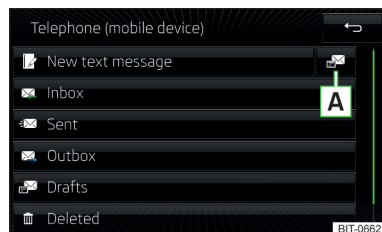

Fig. 213
- En el menú principal *Teléfono* pulse la superficie funcional , se visualiza un menú principal para mensajes de texto » fig. 213.
- Pulsar en el menú principal de los mensajes de texto la superficie funcional  » fig. 213 de la pág. 179.